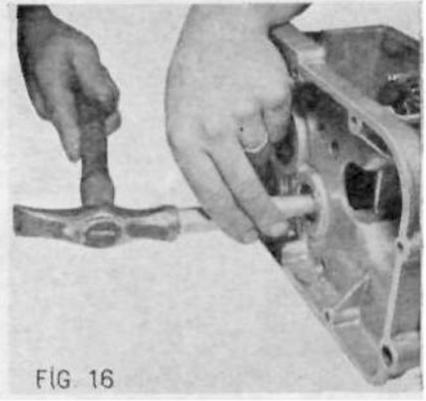

FIG. 16
- A l'aide d'un jet, repousser l'arbre secondaire 48 le plus loin possible en frappant du côté embrayage (fig. 16).